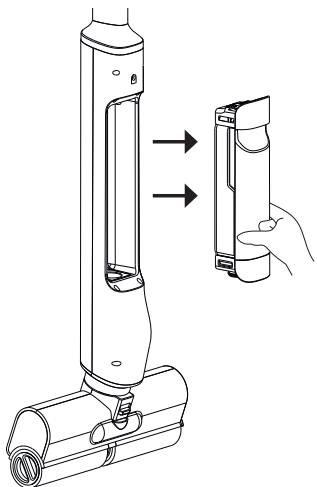

Fig.6a
- Abrir la tapa del depósito de agua limpia. (Fig.6a)